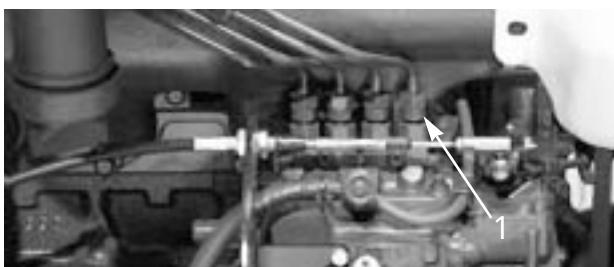

図35
1. No.1ノズルホルダー(図35)へのパイプ接続部をゆるめる。